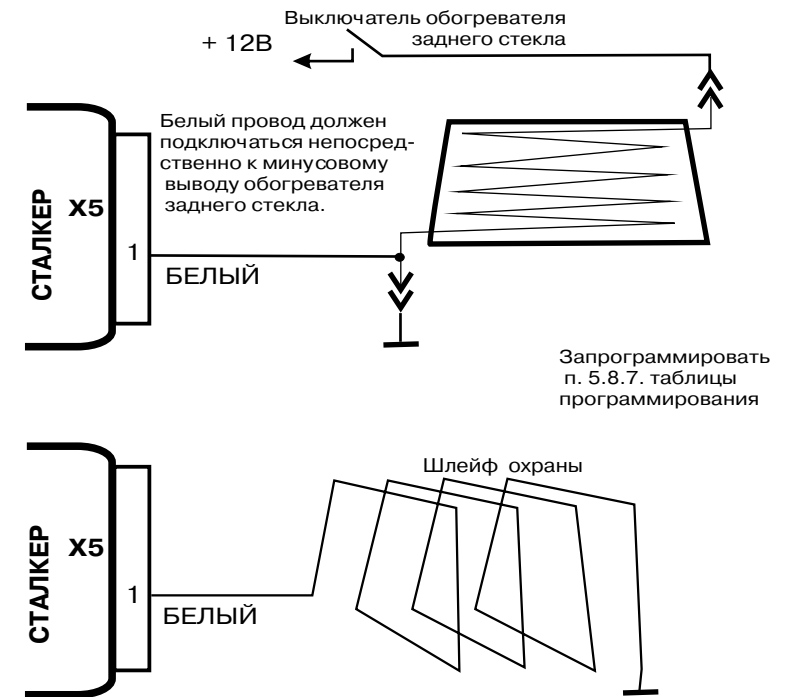

Рис. 2. Варианты подключения зоны охраны аксессуаров
5. В качестве зоны охраны можно также использовать сервисный(-) вход Х5/1 - см.рис.2.
При снятии заднего стекла злоумышленник получает доступ к аксессуарам, находящимся внутри автомобиля. Чтобы отреагировать на покушение, в автомобильном охранном комплексе СТАЛКЕР 600NB предусмотрена зона охраны аксессуаров (рис.2). При предварительно запрограммированном п.5.8.7 ее срабатывание происходит в момент разрыва контакта между сервисным входом Х5/1 и -12В.